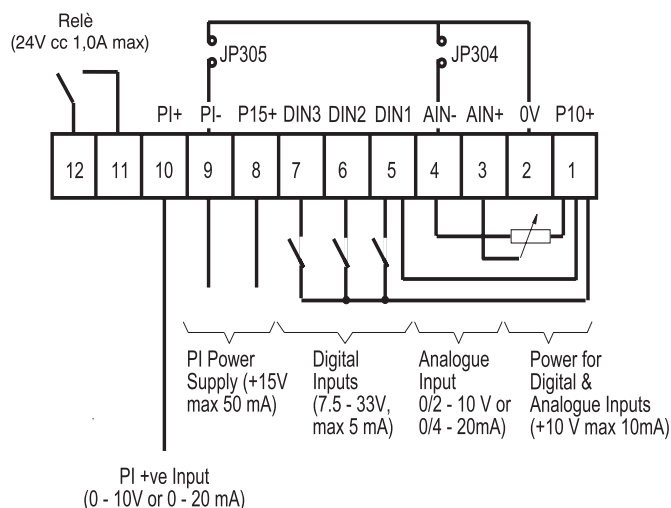

Fig. 3: Collegamento dei terminali di controllo
Alimentare il cavo di controllo fino all'invertitore facendolo passare attraverso il foro per passacavi appropriato (vedi Fig. 1). Collegare i cavi di controllo seguendo le informazioni date nelle Figure 3 e 4 (vedi anche Fig. 1).
- Collegare un potenziometro da 4,7 kW ai terminali di controllo, come illustrato nella Fig. 3 o applicare un segnale da 0 a 10V tra il pin 2 (0V) e il pin 3 (AIN+). In entrambi i casi, posizionare il ponticello JP304 per collegare 0V a AIN-.